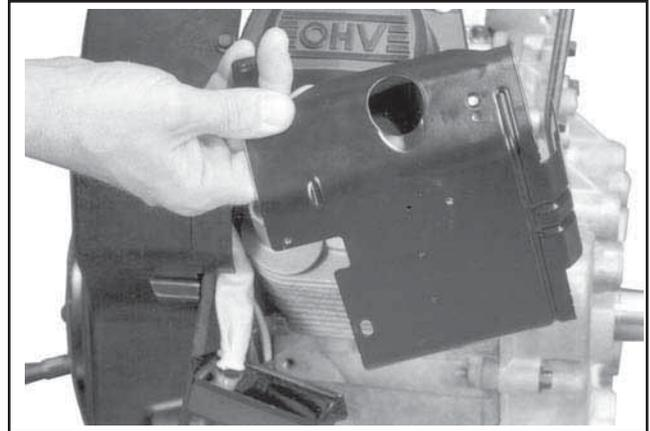

Figure 9-35. Enlèvement des déflecteurs externes.
5. Enlever les déflecteurs externes des deux côtés. Voir la Figure 9-35.